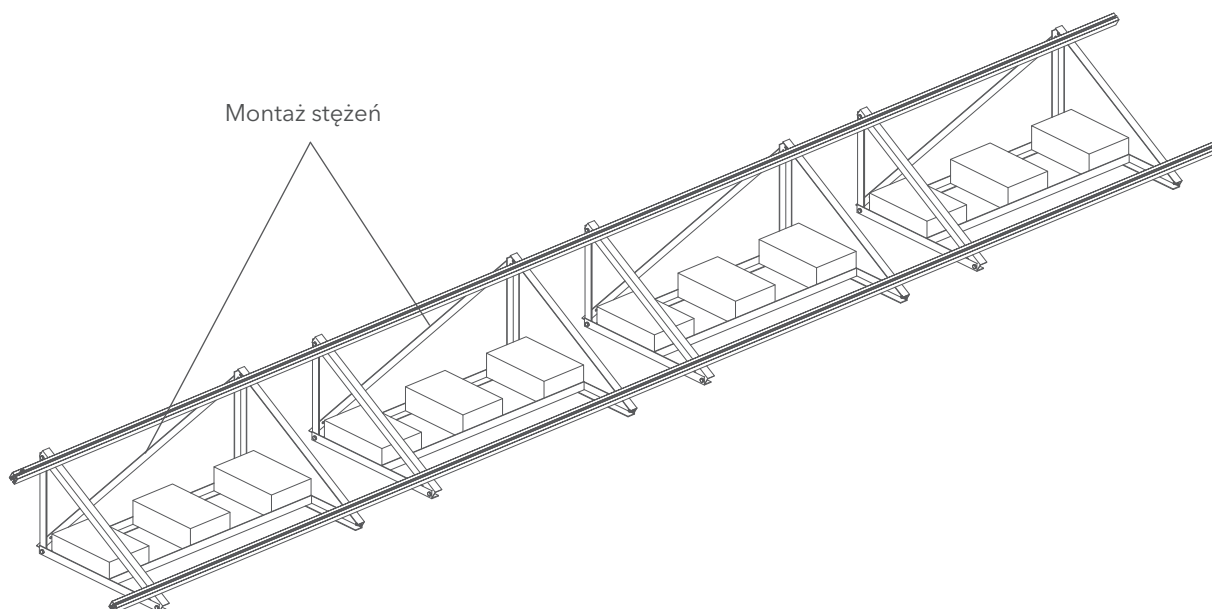

Rys. 5. Mocowanie szyny do trójkąta montażowego
- 4** Następnie, gdy są już zamocowane trójkąty montażowe, należy przeprowadzić przez jeden koniec szyny śrubę sześciokątną DIN933 M10x25, spasować ją z trójkątem montażowym i skrócić z nakrętką kołnierkową DIN6923 M10 (Rys. 5).